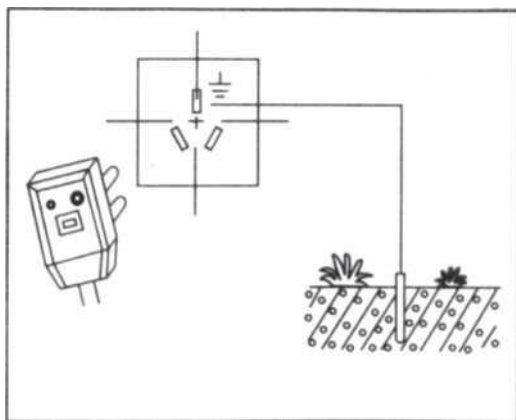

Fig. 9
- ① Priza și fișa trebuie să fie bine conectate.
- ② Dacă este instalat un sistem auxiliar de încălzire electrică, conectați corect firul sub tensiune, firul nul și firul de împământare cu fișa de protecție împotriva scurgerilor de energie. Priza trebuie să fie conectată la pământ. (Fig.9)